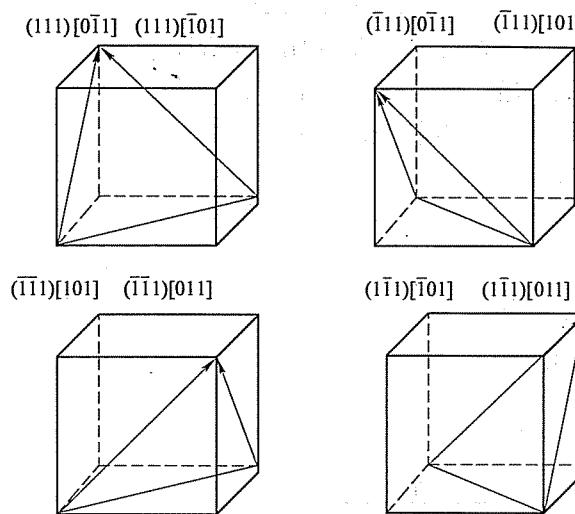

图 18-2 第二题第 2 小题解答图
2. 共 12 个滑移系，其中可能开动的有 8 个，如图 18-2 所示。